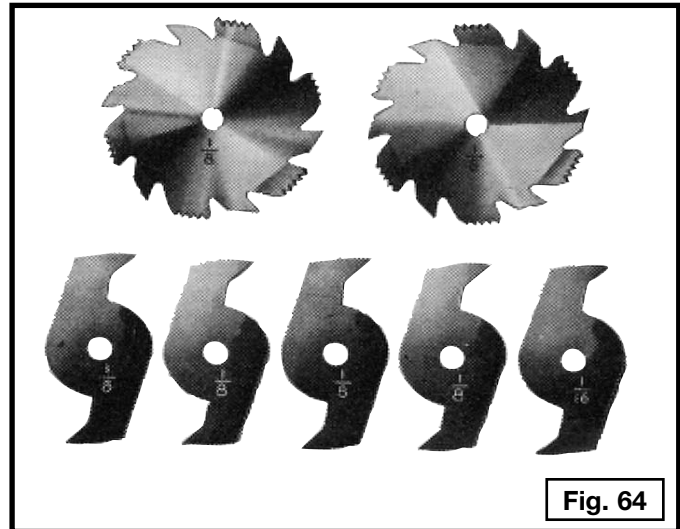
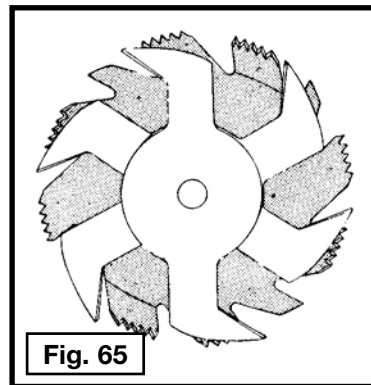
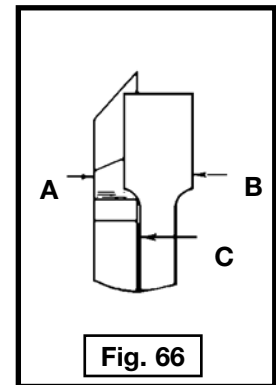

Fig. 64
Fig. 65
Fig. 66
Cuando corte transversalmente un número de piezas de la misma longitud, puede fijar un bloque de madera (B) a la guía y utilizarlo como un calibrador de corte (Fig. 66). El bloque (B) debe tener un espesor de al menos 19 mm (3/4") para evitar que la pieza cortada se trabe entre la hoja y la guía al retirarla de la hoja de la sierra. Es importante que este bloque de madera siempre esté ubicado delante de la hoja de la sierra como se muestra en la ilustración. Una vez determinada la longitud del corte, asegure la guía y utilice el calibrador de inglete para introducir el trabajo en el corte..
⚠ ADVERTENCIA Cuando utilice el bloque (B), Fig. 66 como calibrador de corte, es muy importante que el extremo posterior del bloque esté ubicado de modo que libere la pieza de trabajo antes que ésta entre en contacto con la hoja.
⚠ ADVERTENCIA: Debe realizar su propio inserto para banco (placa para ranuras) para usar con cortes de ranuras. El inserto para banco estándar no funcionará con cortadores de ranuras. Cortar ranuras consiste en realizar un rebajo o surco ancho en la pieza de trabajo. La mayoría de los juegos de cabezales para ranuras están compuestos de dos sierras externas y cuatro o cinco cuchillas internas, (Fig. 64). Se utilizan diversas combinaciones de sierras y cuchillas para cortar ranuras desde 3,17 mm (1/8") hasta 20,63 mm (13/16") para la instalación de estantes y la realización de uniones, espigas, ranuras, etc. Las cuchillas son muy dentadas y deben estar dispuestas de tal modo que los dientes no se golpeen entre sí durante la rotación. La parte pesada de las cuchillas debe caer dentro de los pasos de las sierras externas, como muestra la Fig. 65. La superposición de la sierra y la cuchilla se distingue en la Fig. 66, siendo (A) la sierra externa, (B) una cuchilla interna y (C) una arandela o arandelas de papel, usadas según sea necesario para controlar el ancho exacto de la ranura. Para cortar una ranura de 6,35 mm (1/4") se utilizan dos sierras externas. Los dientes de las sierras deben estar ubicados de manera que el rastrillador de una sierra quede junto a los dientes de corte de la otra sierra.